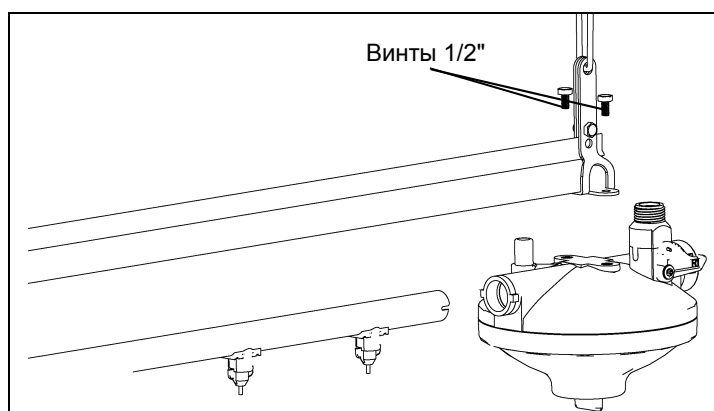

Рисунок 7Е
2. Вставьте водопроводную трубу в регулятор и совместите вырезы в трубе с направляющими регулятора, как показано на Рисунок 7Е. **ПРИМЕЧАНИЕ.** Рекомендуется установить клапаны поилки на водопроводные трубы до начала монтажа системы на месте, чтобы не допустить попадания мусора в водопроводную систему. (См. раздел "Клапан поилки" на стр. 27.)